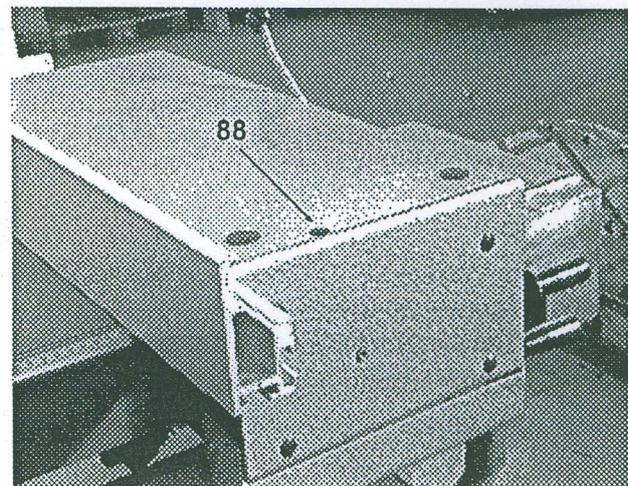

Bild 7.3
- Verschlußstopfen 88 (Bild 7.3) entfernen.